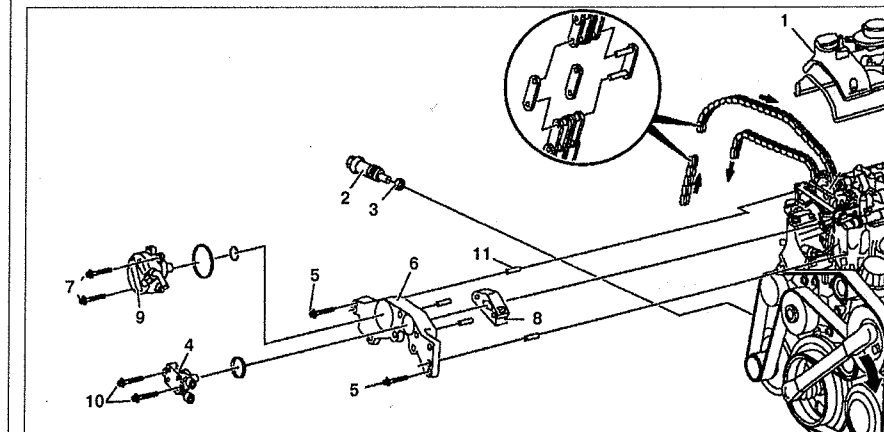

Рис. 5.16. Замена цепи ГРМ:
1. Снимите верхний направляющий рычаг 8 цепи ГРМ (см.рис.5.16).